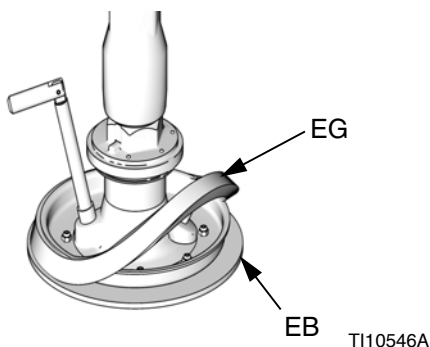

Рис. 12: Надевание прокладки
2. Вручную приподнимите один край прокладки (EG) и снимите ее с опорной емкости, натянув ее на фланец и нижние скребки (EB). См. Рис. 12
3. Сохраните прокладку (EG), так как она понадобится для других случаев.
1. Проследите за тем, чтобы больший диаметр прокладки (EG) был направлен **вниз**. Вручную установите прокладку (EG) на опору, целиком над фланцем опорной емкости. См. Рис. 12.